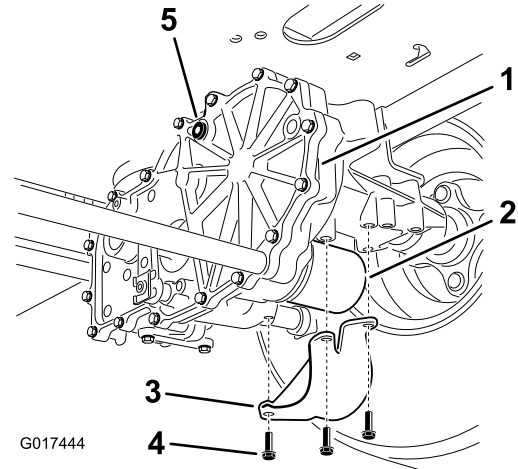

Figure 107
4. Localisez le filtre et les protections sur chaque transmission de la boîte-pont (Figure 107).
5. Retirez les 3 vis qui fixent la protection du filtre et déposez la protection (Figure 107).